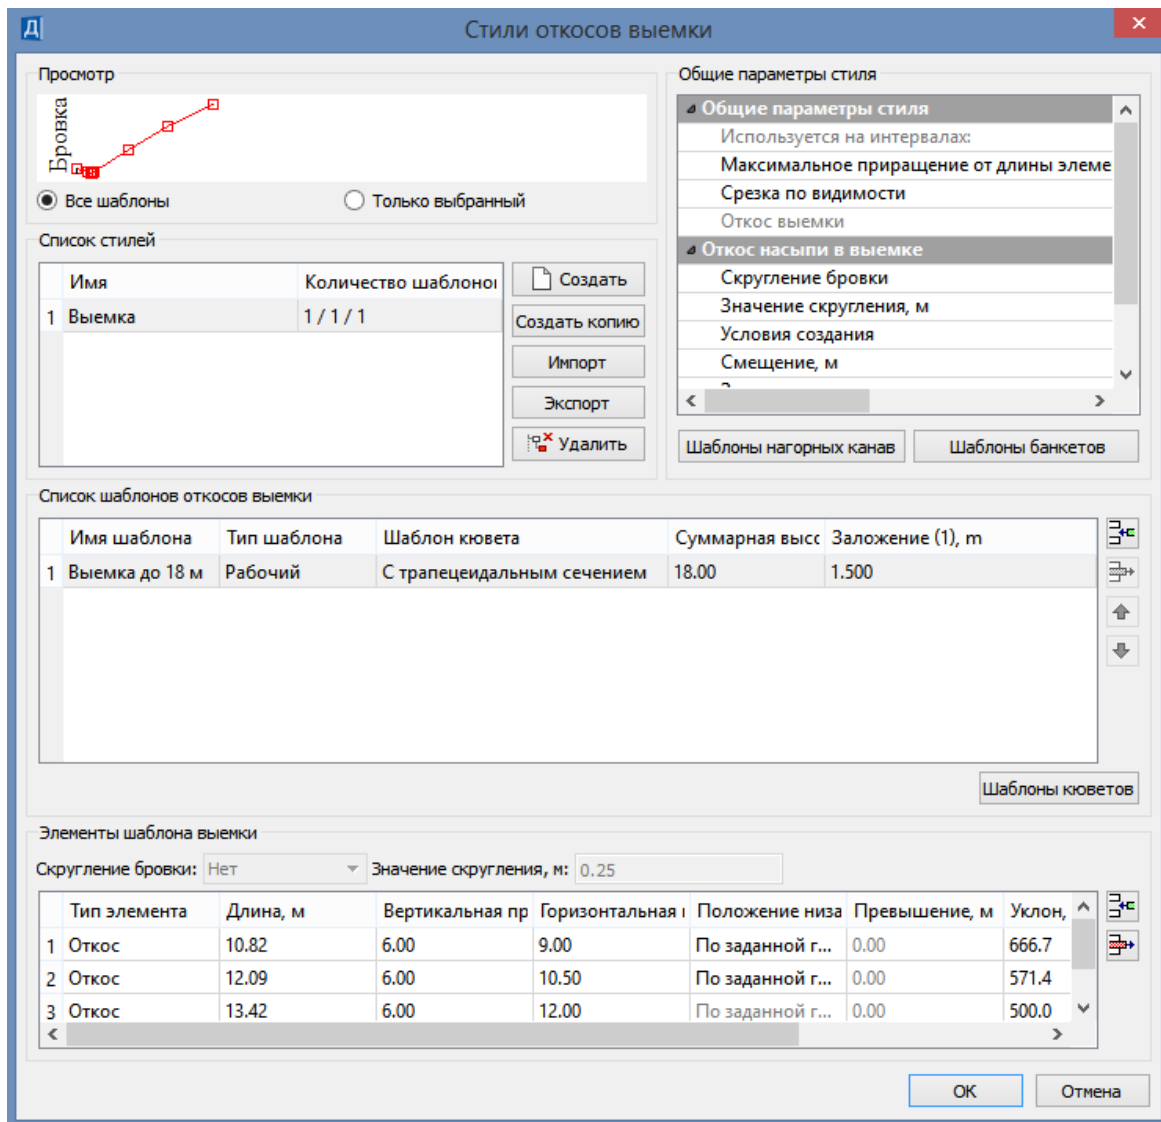

Рис.90. Вид окна *Стили откосов выемки*
*Стили откосов выемки* устанавливаются аналогично. Вид окна *Стили откосов выемки* приведен на рис.90.